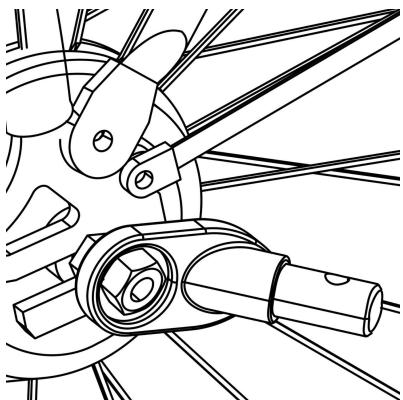

Rysunek 12
- 1. Oś szybkozamykająca :** Zdjąć szybkozamykacz z lewej strony tylnej osi roweru. Zamontować zaczep pomiędzy szybkozamykaczem a ramą. Dokręcić szybkozamykacz zgodnie z instrukcją producenta roweru. Zaczep może pozostać na rowerze po zdjęciu przyczepki (Rysunek 12).